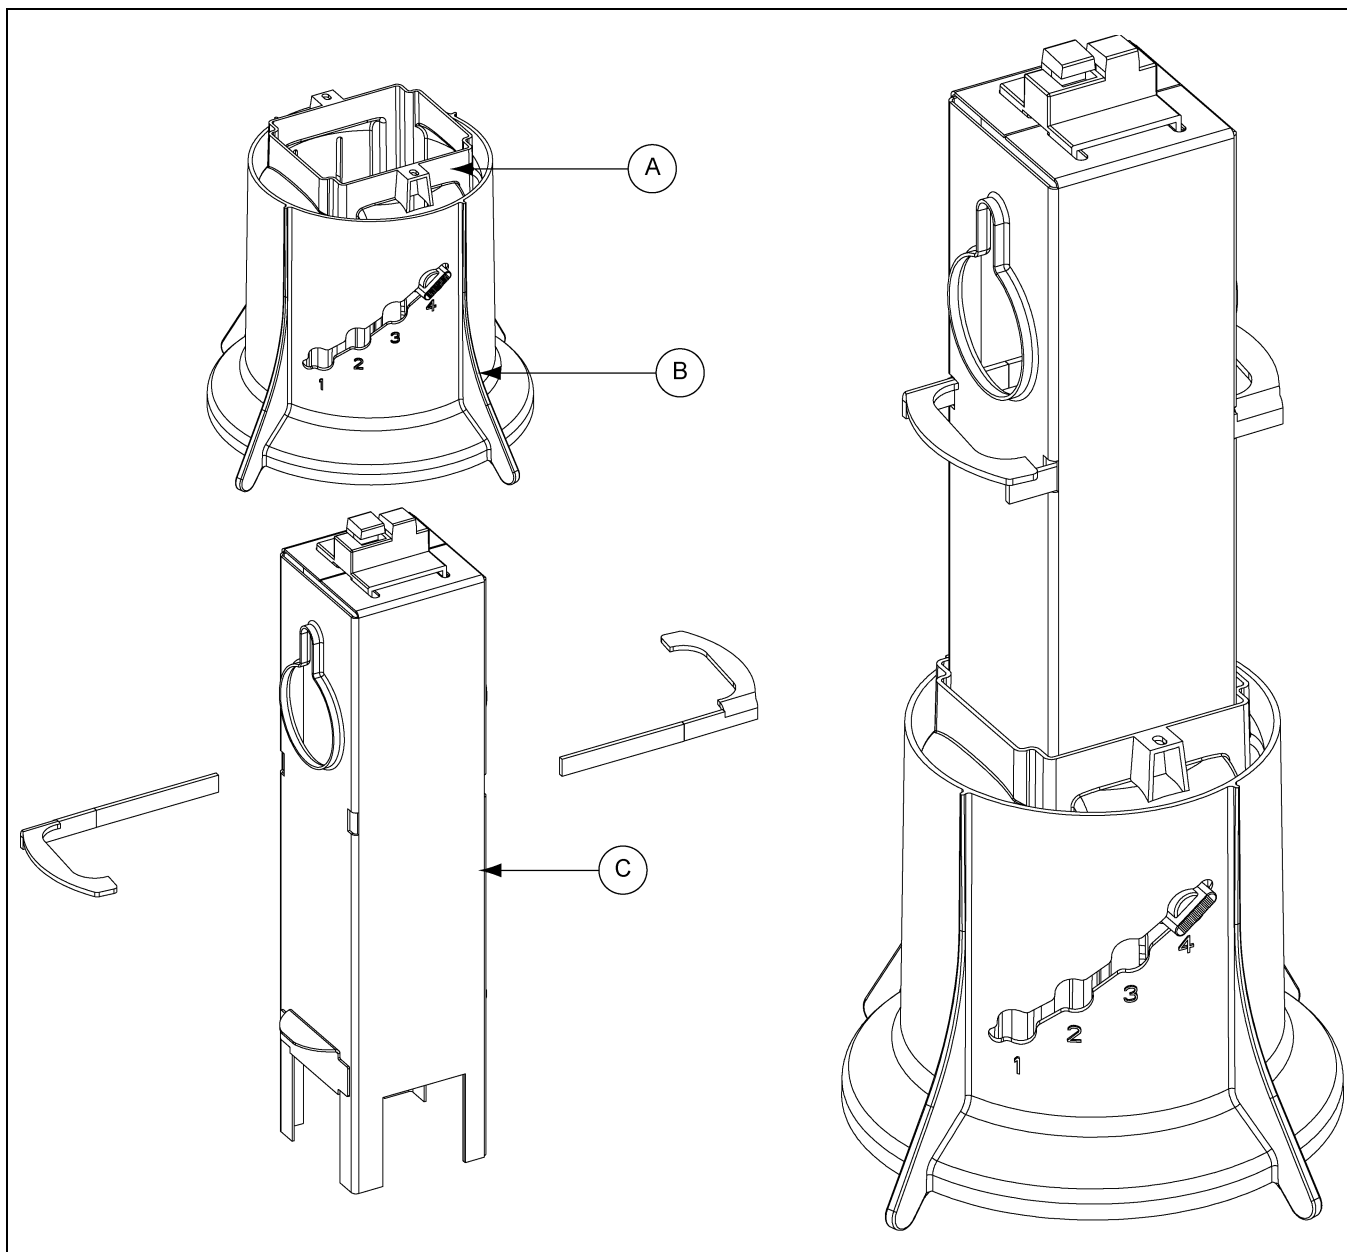

Рисунок 4J
5. Установите опоры экрана. *(см. рисунок 4J.)*